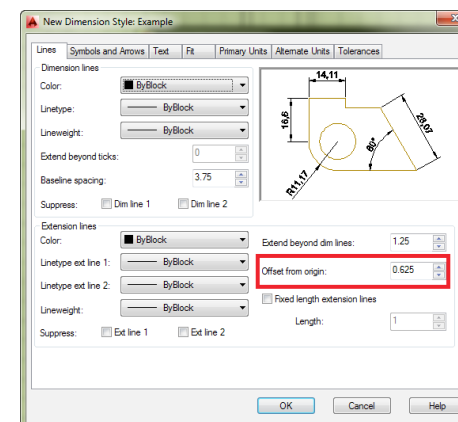

Рис. 93 Настройка отступа размера от размерной линии
- **Offset from origin (Отступ от размерной линии).** Позволяет установить отступ размера от размерной линии (Рис. 93).